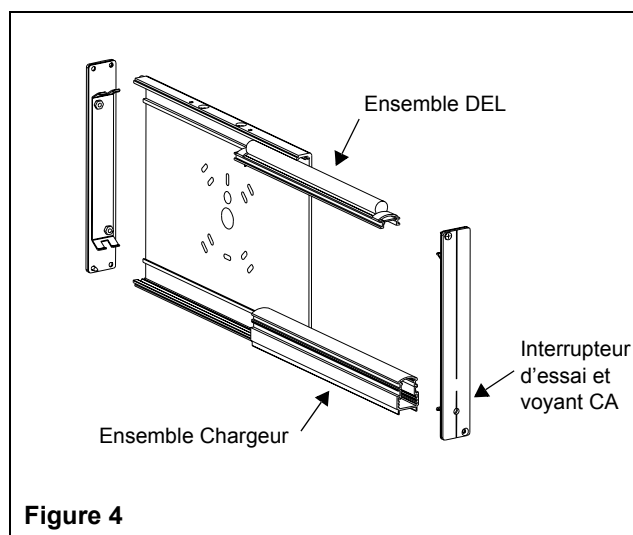

Figure 4
- Visser le dos de l'enseigne à la boîte de jonction en utilisant les vis de la boîte de jonction (voir fig. 4).
- Retirer les plaques d'extrémité de chaque côté de l'enseigne (un seul côté pour le montage en extrémité) en dévissant les 2 vis (voir fig. 4).
Appuyer sur l'interrupteur d'essai (voir fig. 4). L'enseigne clignotera mais restera allumée et le voyant CA s'éteindra. Le voyant s'allume lorsqu'on relâche l'interrupteur et le chargeur automatique restaurera la pile à une charge complète.